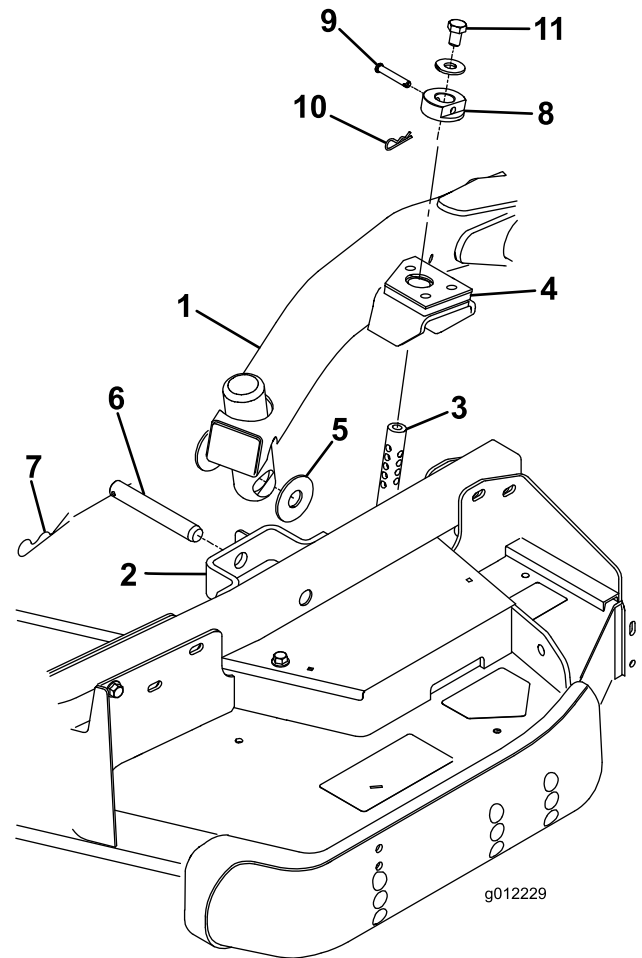

Bild 4
2. Stellen Sie den Hubhebel auf die Schweben-Stellung. Drücken Sie einen Hubarm nach unten, bis die Löcher im Hubarm mit den Löchern in der Laufradarmhalterung ausgerichtet sind, und die Schneithöhenstange in die Hubarmpolster eingesetzt werden kann (Bild 4).
3. Befestigen Sie den Hubarm mit zwei Druckscheiben, einem Lastösenbolzen und einem Splint am Laufradarm. Legen Sie die Druckscheiben zwischen den Hubarm und die Halterung des Laufradarms (Bild 4). Setzen Sie das Ende des Splints in den Schlitz im Laufradarm ein, um den Splint zu arretieren.
7. Befestigen Sie die Schneithöhenstellringe an den Schneithöhenstangen und befestigen Sie sie mit den Lastösenbolzen und den Splints (Bild 4). Der Kopf des Lastösenbolzens sollte möglichst zur Mähwerkvorderseite zeigen.
8. Setzen Sie oben auf jeder Schnitthöhenstange eine Schraube (1/2 x 3/4") und eine Scheibe ein (Bild 4).